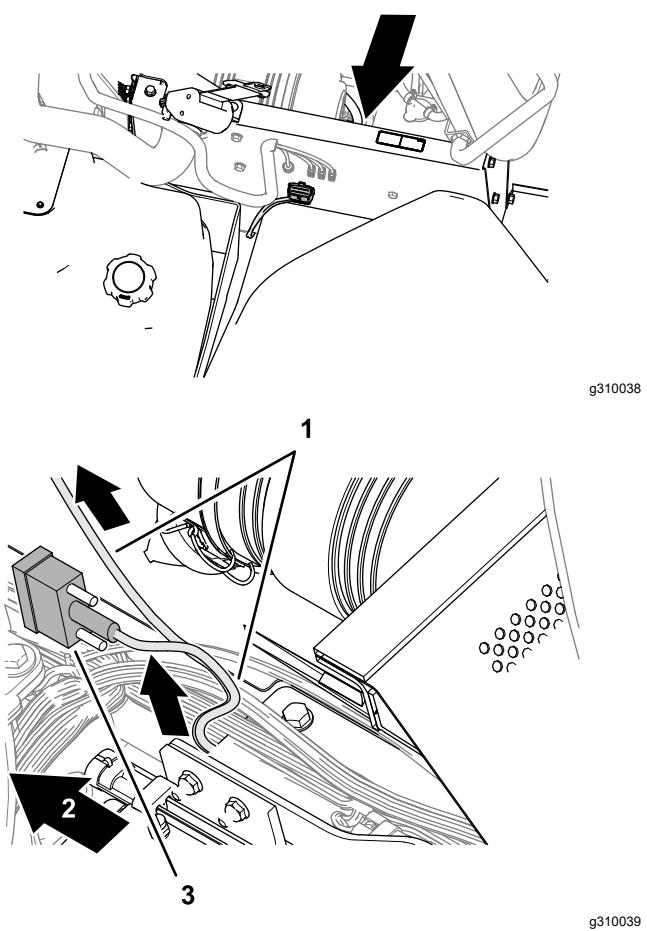

Рисунок 152
2. На внутренней стороне правой опоры сиденья проложите жгут проводов питания модема вперед и разъем жгута проводов питания с маркировкой RS232 вдоль жгута проводов машины (Рисунок 152).